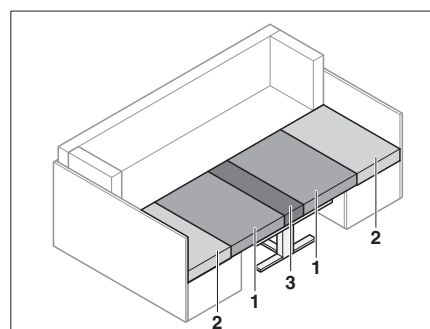

Fig. 69 Después de la transformación
- Quitar el cojín del respaldo (Fig. 69,2).
- Tirar de los cojines del asiento (Fig. 69,1) hacia el centro.
- Colocar los cojines del respaldo (Fig. 69,2) entre los cojines del asiento (Fig. 69,1) y la pared exterior.
- Colocar el cojín adicional (Fig. 69,3) entre los cojines del asiento (Fig. 69,1) sobre la mesa.